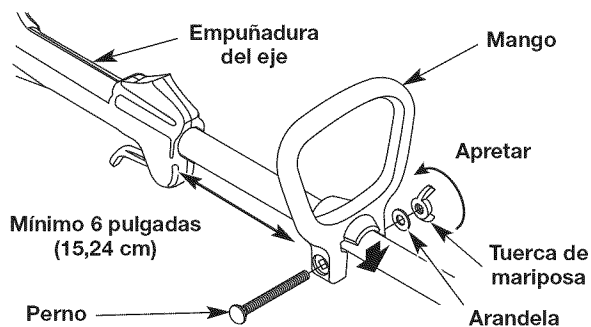

Fig. 2
1. Afloje la tuerca de mariposa (Fig. 2).
2. Sin dejar de sujetar la unidad en posición de operación, mueva el mango hasta el lugar que le dé el mejor agarre. Colóquelo a una distancia mínima de 6 pulgadas (15.24 cm) de la base de la empuñadura del eje (Fig. 2).